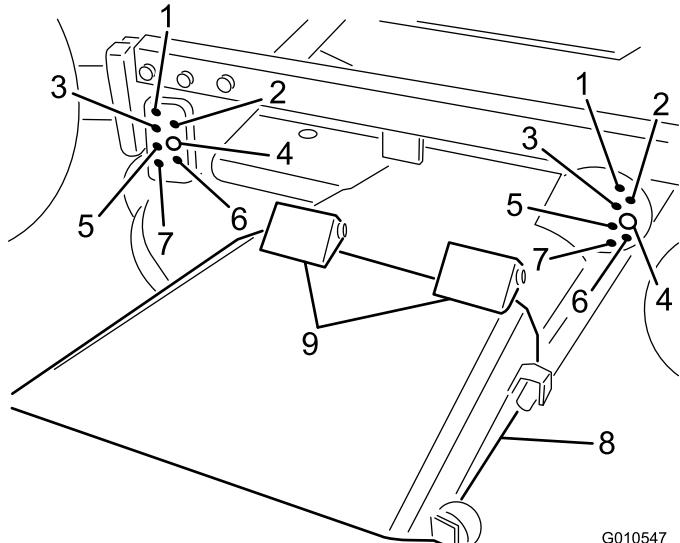

Figura 11
La altura de corte es ajustable de 25 a 102 mm en incrementos de 13 mm colocando 4 pasadores en los diferentes taladros (Figura 11).
**Nota:** El deflector está sujeto con muelles en la posición normal de uso, bajado, (Figura 11), pero el operador puede apartarlo de la posición normal temporalmente para facilitar su carga en un remolque o cuando sea necesario por otro motivo.